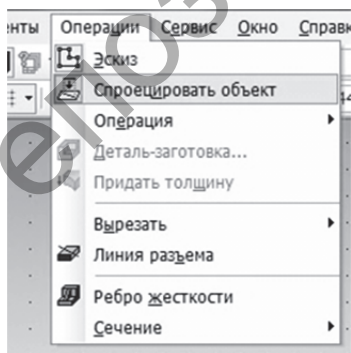
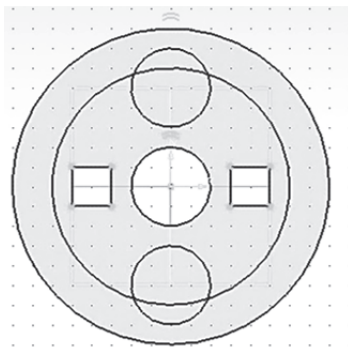

Рисунок 5.11
Рисунок 5.12
10. Для формирования выступов выберите вариант «Плоскость ZX» и щёлкните на кнопке «Эскиз». Открыв эскиз, выполните команду «Операции→Спроецировать объект» и спроецируйте в эскиз окружность диаметром **80 мм** (рис. 5.11). В появившейся компактной панели щёлкните на кнопке «Геометрия» и выберите команду «Окружность», с помощью которой нарисуйте по сетке три окружности: одну с диаметром **60** и две — **20 мм** (рис. 5.12).